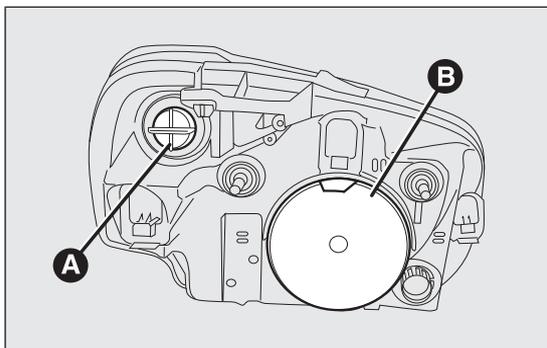
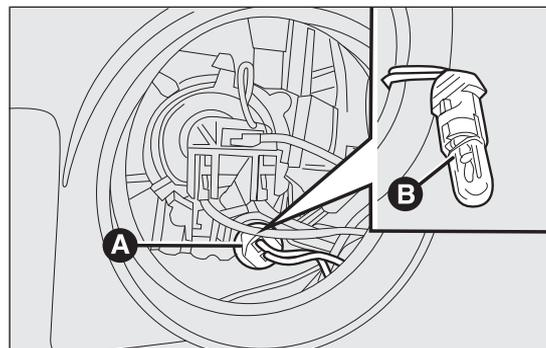

fig. 134
fig. 135
Les groupes optiques avant fig. 134 contiennent les ampoules des feux de position, de croisement, de route et des clignotants.
- retirer le couvercle de protection A fig. 134 ;
- tourner la douille A fig. 135 dans le sens inverse des aiguilles d'une montre et l'extraire ;
- remonter le nouvelle ampoule, remettre en place la douille A fig. 135, puis remonter correctement le couvercle de protection A fig. 134.
- refermer l'agrafe bloque-ampoule et remonter correctement le couvercle de protection A fig. 134.
- tourner le couvercle B dans le sens contraire aux aiguilles d'une montre fig. 134 ;